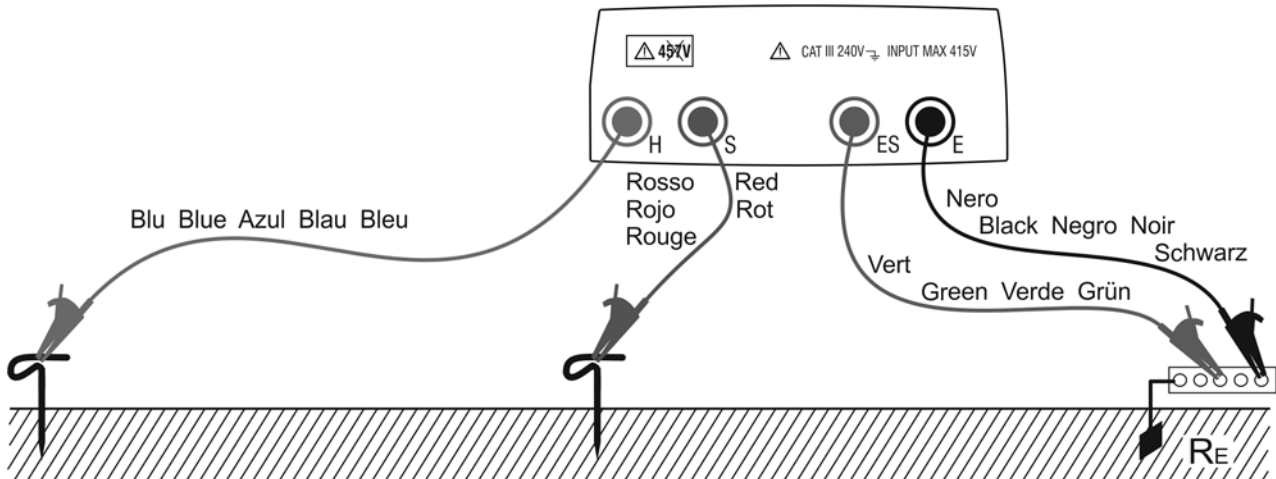

Abb. 3: Erdungswiderstandsmessung mit drei Kabeln
7. Schließen Sie die Krokodilklemmen an die Erdspeie und an die zu testende Installation an (siehe Abb. 3)